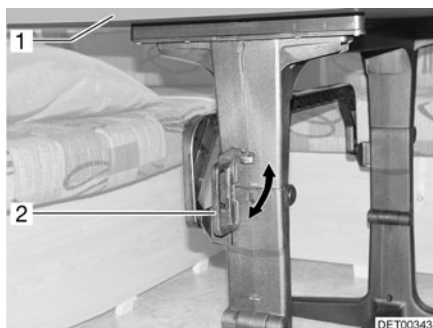

Fig. 62 Bloqueo mesa abatible con armazón de plástico
- Girar el tirador (Fig. 62,2) a la posición horizontal.
- Girar el tablero de mesa (Fig. 62,1) hacia abajo formando un arco.